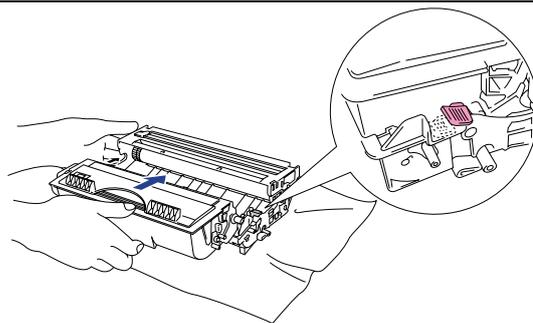

图 5-2
- (4) 将粉盒装入硒鼓组件，听到咔嚓声表示进入锁定位置，如果粉盒安装正确，锁定杆会自动抬起（图 5-2）；
- (5) 将新硒鼓单元装入打印机，打开打印机电源，LCD上显示“COVER OPEN”信息；